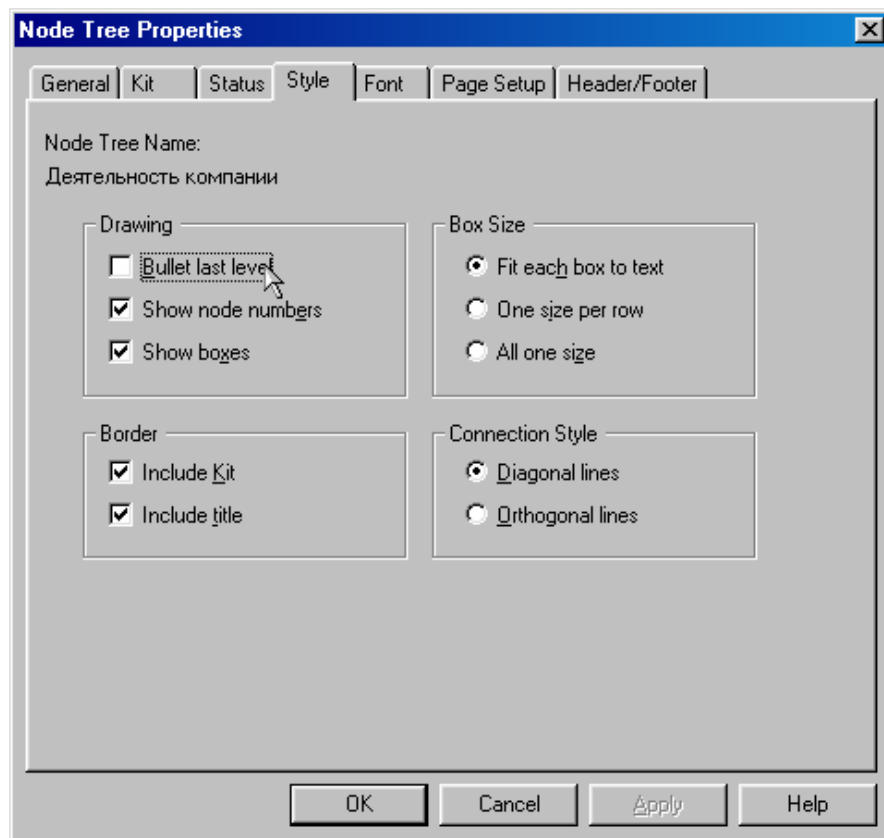

Рисунок 5.5 – Отключение опции *Bullet Last Level*
5. Для модификации диаграммы дерева узлов правой кнопкой мыши щелкните по свободному месту, не занятому объектами выберите меню *Node tree Diagram Properties*. На вкладке *Style* диалога *Node Tree Properties* отключите опцию *Bullet Last Level* (рисунок 5.5). Щелкните по *OK*.